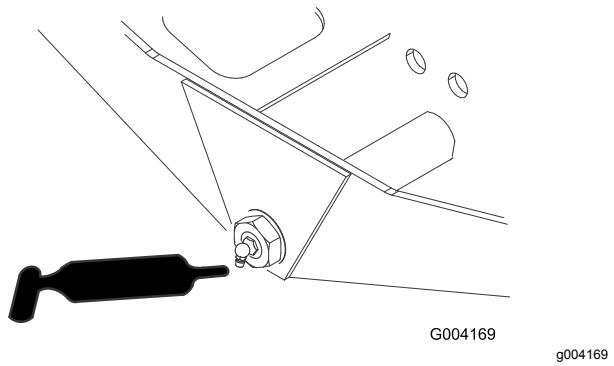

Bild 65
- Achsenlenkzapfen (1)—Bild 65